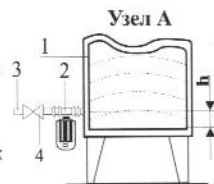

Рис. 21
- г) отверстие, предназначенное для выхода топлива из топливного бака, располагается относительно уровня оси топливного насоса от "-300" до "+300" мм. На топливном баке расположение отверстия относительно нижнего уровня жидкости в этом баке, определяется конструкцией бака. Если высота "h" (см. рис. 21) от нижнего уровня жидкости до отверстия менее 50 мм, на выходе из топливного бака необходимо установить топливный фильтр.
Рис. 21: 1- расходный топливный бак; 2- топливный фильтр расходного топливного бака; 3- труба топливопровода, соединяющего расходный топливный бак с топливным насосом горелки котла; 4- топливный кран.